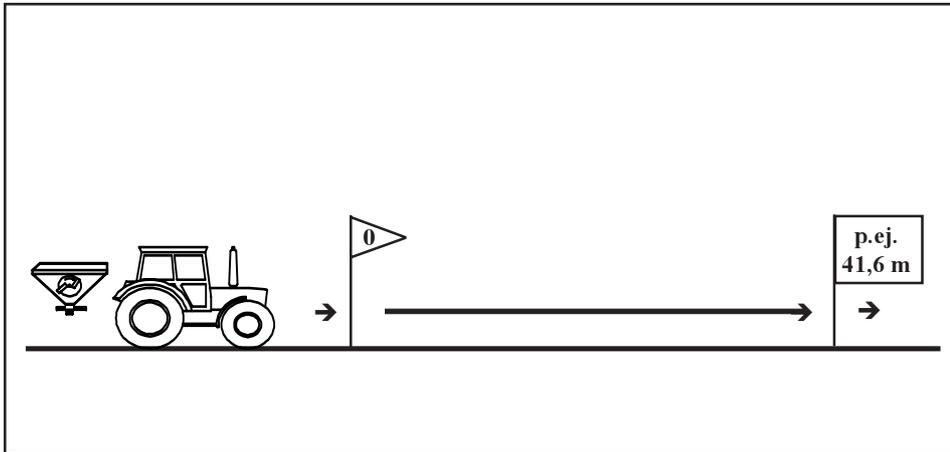

Fig. 7.8
- Medir exactamente la distancia a recorrer. Marcar el comienzo y el final (Fig.7.8).